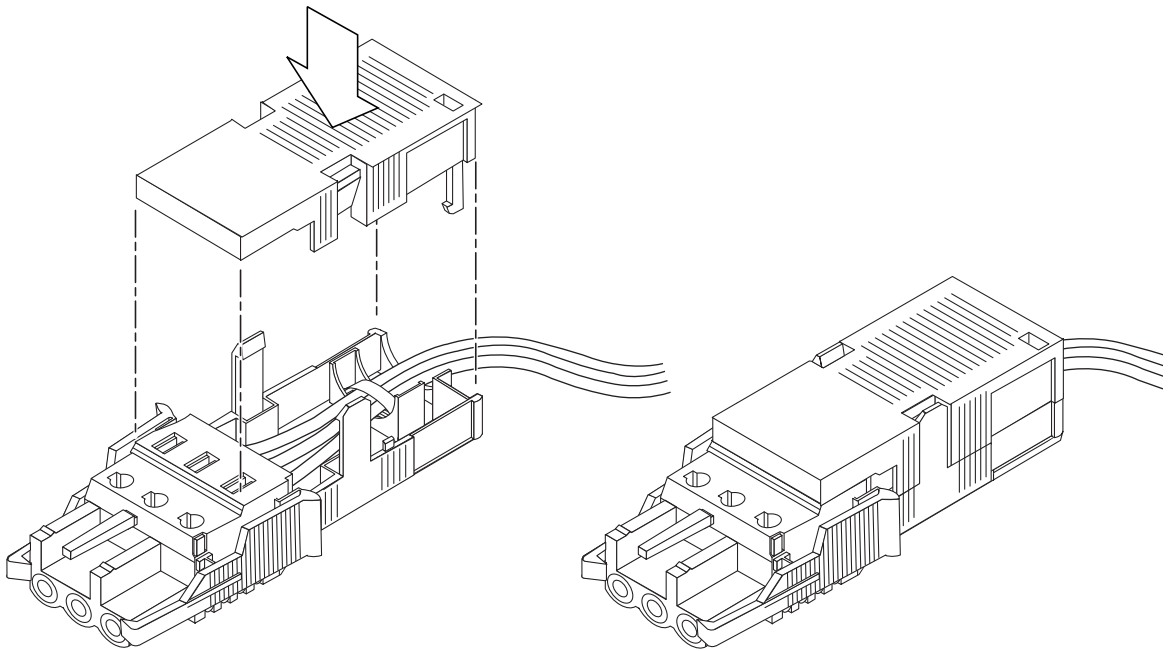

РИС. 3-9 Сборка защитной оболочки
5. Расположите верхнюю часть защитной оболочки так, чтобы три зубчатых фиксатора верхней части вошли в прорези разъема, и сожмите верхнюю и нижнюю части защитной оболочки до защелкивания (см. РИС. 3-9).